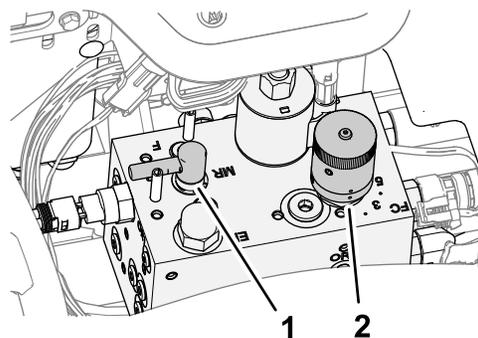

Figure 90
4. Tournez le levier de rodage à la position R (rodage) (Figure 90).